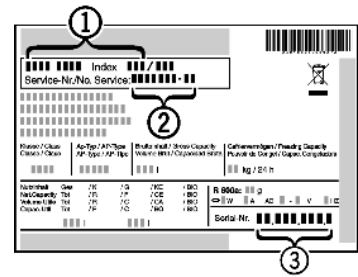

Fig. 17
- ▶ Наименование устройства, Fig. 17 (1), сервисный № Fig. 17 (2) и серийный № Fig. 17 (3) считайте с заводской таблички. Заводская табличка находится внутри устройства слева.
- ▶ Обратитесь в сервисную службу и сообщите вид неисправности, наименование устройства, Fig. 17 (1), сервисный № Fig. 17 (2) и серийный № Fig. 17 (3).